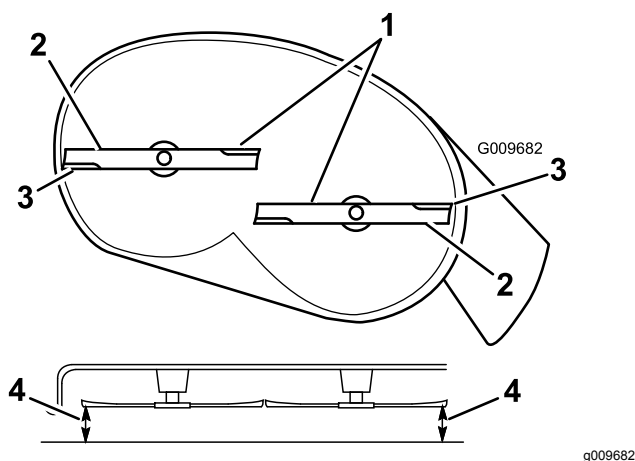
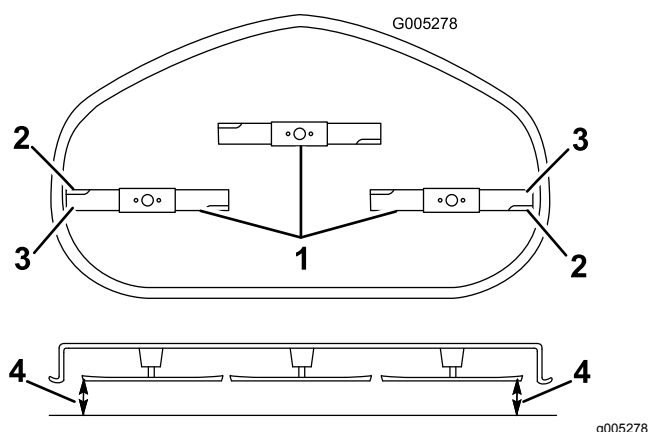

Figure 67
Figure 68
4. Faites pivoter les lames avec précaution pour qu'elles soient toutes parallèles (Figure 67 et Figure 68).
5. Mesurez la distance entre les tranchants extérieurs et la surface plane (Figure 67 et Figure 68).